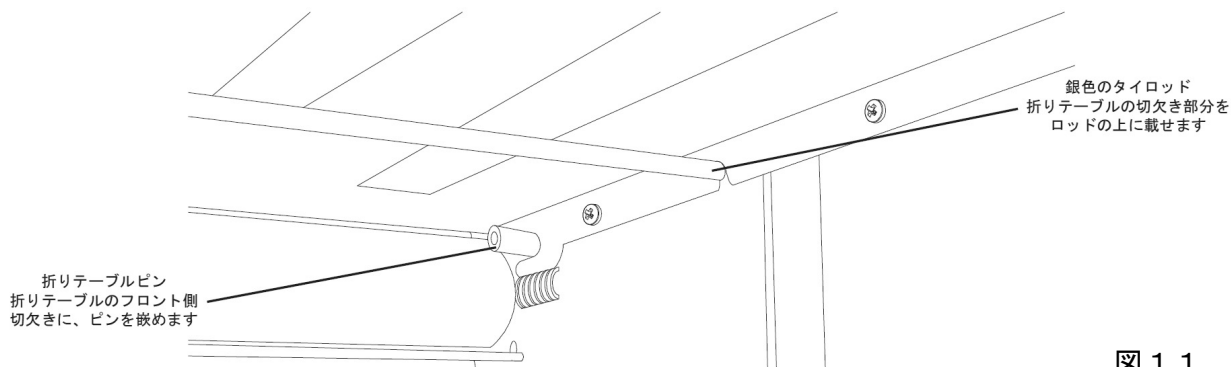

図 11
3. 同様に左右にまたがる銀色のタイロッドの位置に合わせて、折りテーブル手前側の切り欠き部をタイロッドの上に載せてください。(図11参照)